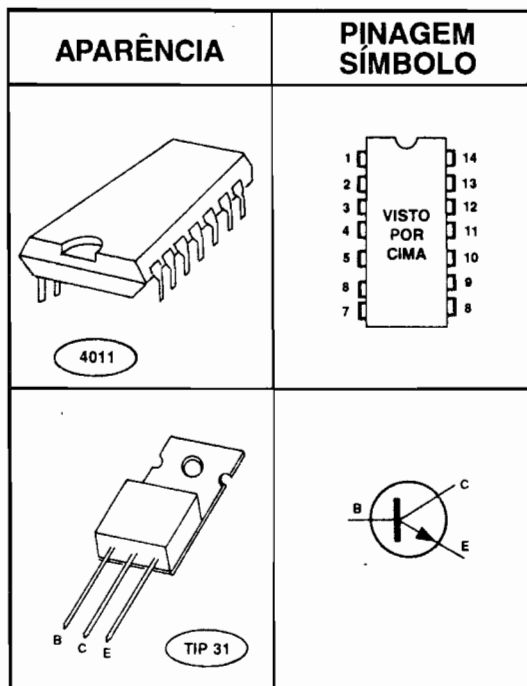

FIG. 2-P
**- FIG. 2-P - PRINCIPAIS COMPONENTES DA MONTAGEM** - Conforme costumamos fazer nas Seções de **PRÁTICA** das “Aulas” do **ABC**, vamos dar uma olhada mais cuidadosa nos principais componentes do circuito, justamente aquelas peças que apresentam terminais polarizados, que não podem ser invertidos quando das suas ligações finais à placa... A figura mostra, então, o Integrado C.MOS 4011 e o transistor TIP31, em aparências, símbolos e pinagens, de modo que, “visualmente”, não fiquem dúvidas para o Leitor/Aluno durante a utilização das tais peças...